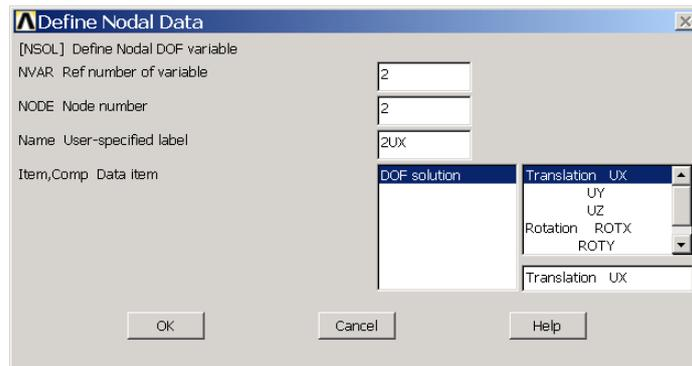

图10.52 定义变量对话框
(7) 单击 Main Menu>Solution>Define Loads>Apply>Structural>Displacement>On Nodes 菜单，弹出图形拾取对话框，单击【Pick All】按钮，弹出【Apply U,ROT on Nodes】对话框，选中【UY】，然后单击【OK】按钮。
(8) 再次单击 Main Menu>Solution>Define Loads>Apply>Structural>Displacement>On Nodes 菜单，弹出图形拾取对话框，在图形视窗选择节点 1 和 4，单击【OK】按钮。接着弹出【Apply U,ROT on Nodes】对话框，选中【UX】，并取消选择【UY】项，然后单击【OK】按钮确认。
(9) 单击 Main Menu>Solution>Define Loads>Apply>Structural>Force/Moment>On Nodes 菜单，弹出图形拾取对话框，在图形视窗中选择节点 2，单击【OK】按钮。接着弹出【Apply F/M on Nodes】对话框，在【Direction of force/mom】下拉菜单中选中【FX】，在【real part of force/moment】文本框中输入【200】，单击【OK】按钮。
(10) 单击 Main Menu>Solution>Solve>Current LS 菜单，进行求解计算。
(11) 下面进行结果查看。单击 Main Menu>TimeHist Postpro>Define Variables 菜单，弹出【Defined Time-History Variables】对话框。单击【Add...】按钮，接着弹出【Add Time-History Variable】对话框，使用【Nodal DOF Result】的默认设置并单击【OK】按钮。
(12) 接着弹出图形拾取对话框，选择节点 2，单击【OK】按钮，弹出如图 10.52 所示的【Define Nodal Data】对话框。在【User-specified label】文本框中输入【2UX】，在【Item,Comp Data item】列表框中选中【Translation UX】。然后单击【OK】按钮。